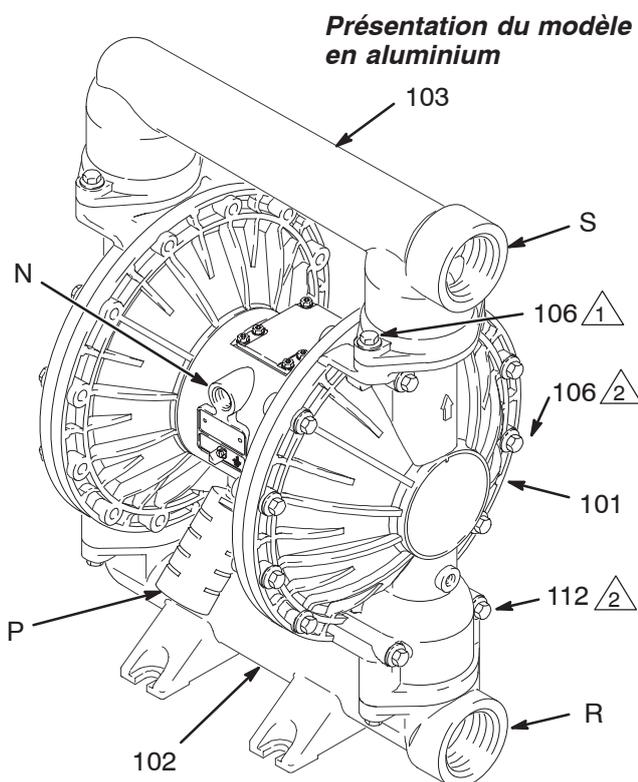

Fig. 3
- La pompe est très lourde. Si vous devez la déplacer, deux personnes sont nécessaires pour la soulever en maintenant fermement le distributeur de sortie (103). Voir Fig. 3 page 7.
La pompe est livrée avec les orifices d'entrée (R) et de sortie (S) dans le même sens. Voir Fig. 3. Pour inverser le sens de l'orifice d'entrée et/ou de sortie:
1. Retirer les vis (106) maintenant le collecteur d'entrée (102) et/ou de sortie (103) sur les capots (101).